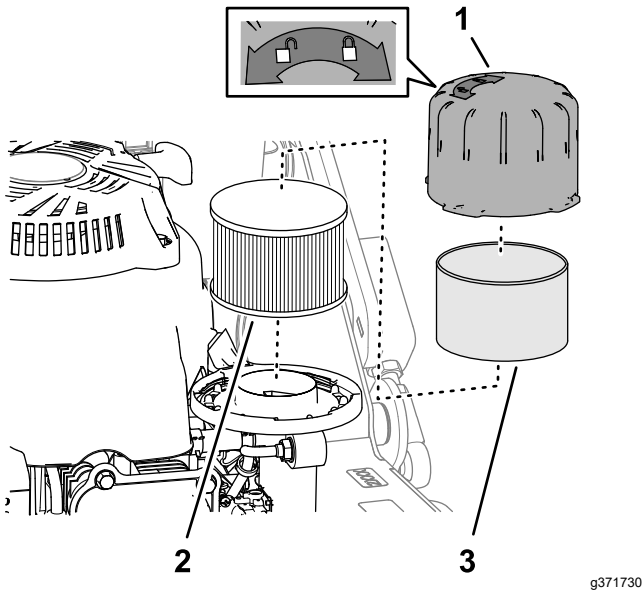

Figura 29
2. Retire la tapa del limpiador de aire y límpiela a fondo (Figura 29).
3. Retire el prelimpiador de espuma y lávelo con detergente suave y agua; luego séquelo apretando suavemente con un paño (Figura 29).
4. Retire e inspeccione el elemento del filtro de aire (Figura 29); si está excesivamente sucio, cámbielo.